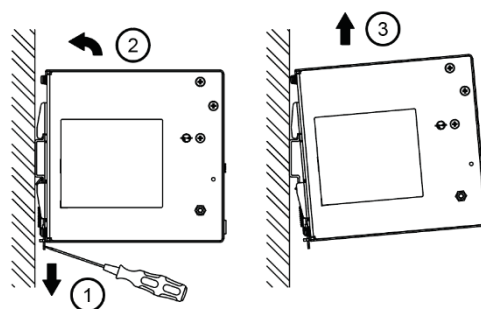

Fig. 3.2 取り外し
5. 取り外すには、図 3.2 を参考にして、ドライバーでラッチを引き上げるが下にスライドしてください。この動作により、電源ユニット（PSU）が反対方向にスライドし、ラッチが解除され、レールから電源ユニット（PSU）を引き抜くことができますようになります。